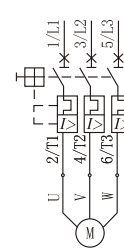
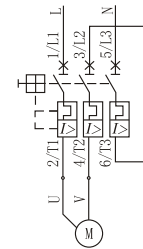

图5 起动器工作原理图
图6 单相或直流电动机应用接线图
7.3.3 对于保护不同功能的电动机，其接线方法亦有所不同，其工作原理见图5；单相或直流电动机应用接线图见图6。